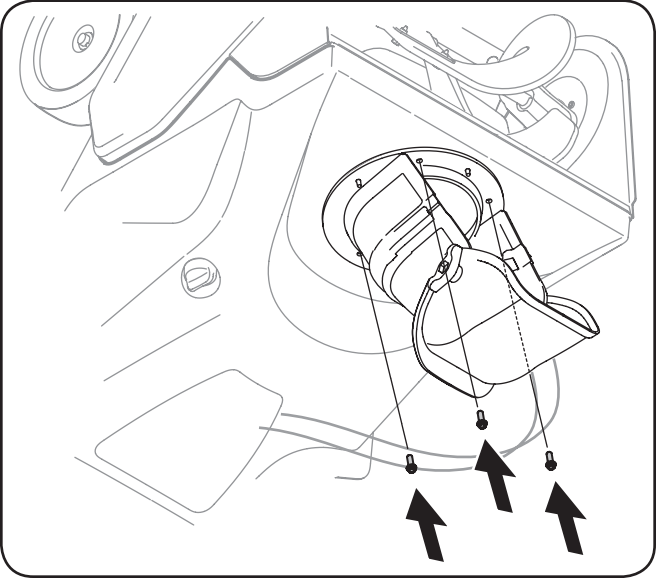

Figure 3-5
- Alignez les trous de la base de la goulotte avec les trous de la goulotte inférieure et maintenez en place avec les vis à rondelle hex. enlevées précédemment. Voir la Fig. 3-5.